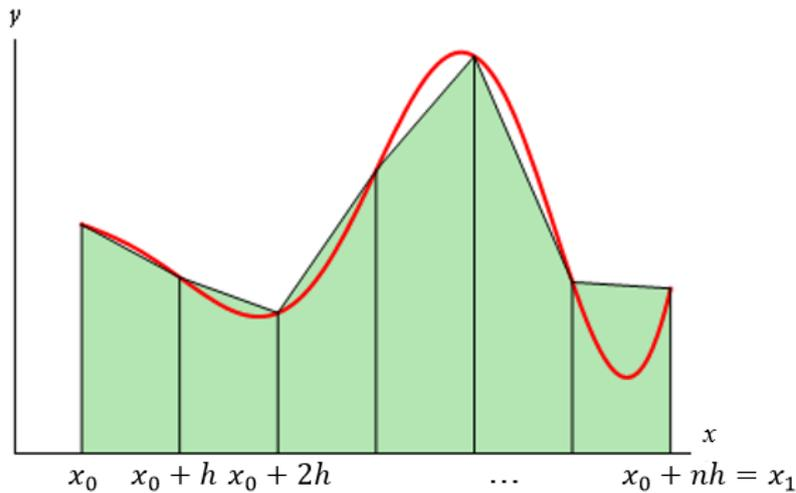

FIGURA 27. Regla de Trapecios Compuesta
y aproximar el valor de la integral (13) por la suma de las áreas de los *trapecios rectángulos* cuyas bases (ubicadas verticalmente) tienen longitudes $f(x_0), f(x_0+h), \dots, f(x_0+(n-1)h)$ y $f(x_0+nh)$, y sus alturas (ubicadas horizontalmente) tienen todas ellas longitudes h (Figura 27).